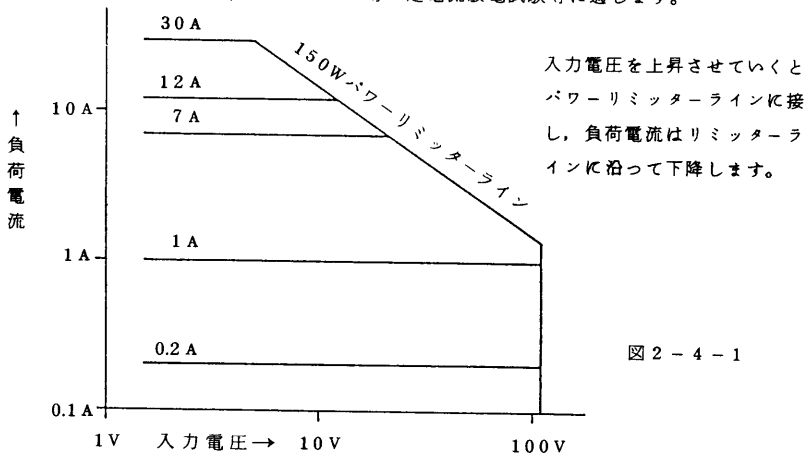

図 2-4-1
- 入力電圧の変化に対し電流は一定値を保持する特性をもっています。これは(図 2-4-1)に示す通りしゅう動抵抗器では得られない特長です。